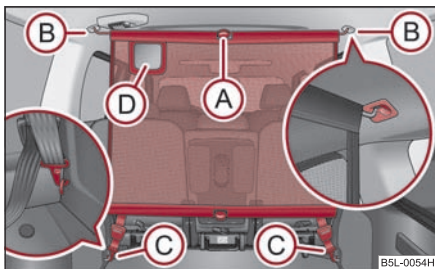

Fig. 103 Utilizarea plasei despărțitoare statice în spatele scaunelor din spate.
- Introduceți bara transversală în locașul (B) pe o parte și apăsați bara în față. În același mod fixați bara pe partea cealaltă a autovehiculului, locașul (B) ⇒ fig. 103.
- Prindeți carabinele (C) de la capetele centurii în inelele din spatele scaunelor din spate, resp. din față.
- Desprindeți ceturile din ambele părți și desfaceți carabina (C) ⇒ fig. 103.
- Apoi scoateți bara transversală din locașele (B).
Orificiul (D) ⇒ fig. 103 din peretele despărțitor static servește la trecerea centurii de siguranță cu prindere în trei puncte ⇒ pagina 156. ■